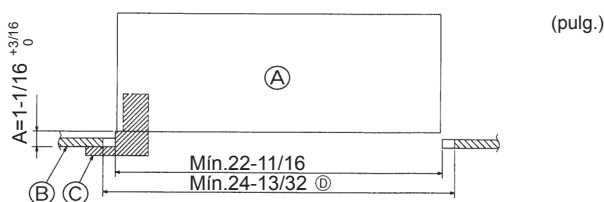

Fig. 7-2
①	Dimensiones de la rejilla	1	650 × 650, 25-19/32 × 25-19/32
②	Tornillo con arandela cautiva	4	M5 × 0,8 × 25, M5 × 1/32 × 31/32
③	Plantilla	1
④	Remache	2
⑤	Abrazadera	2
7.2. Preparación para conectar la rejilla (Fig. 7-2)